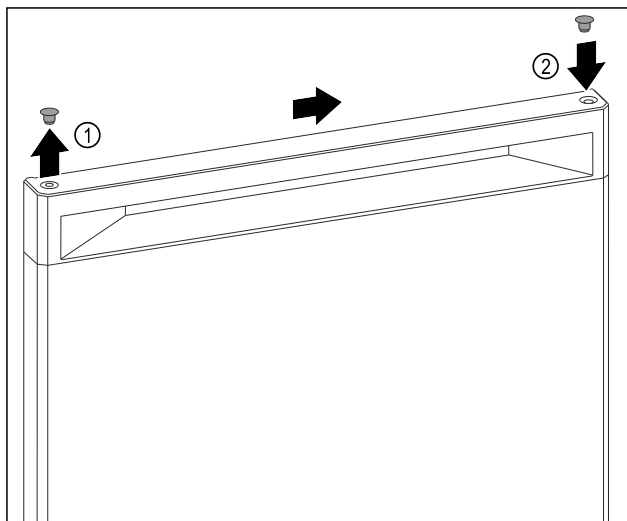

Fig. 7
- Óvatosan emelje le az ajtó felső oldalán a fedődugót Fig. 7 (1) egy lapos csavarhúzóval.
- Helyezze fel a fedődugót a másik oldalon. Fig. 7 (2)